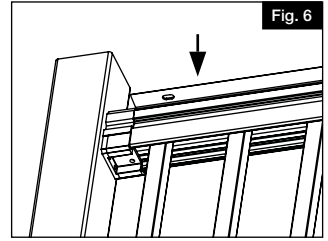

Fig. 6
- a. Place deck board adaptor on to the top rail by aligning adapter and pressing down to set into place (Fig. 6).
- a. Placer l'adaptateur de planche de terrasse sur le dessus de la rampe en alignant l'adaptateur et en appuyant dessus pour l'installer en place (Fig. 6).